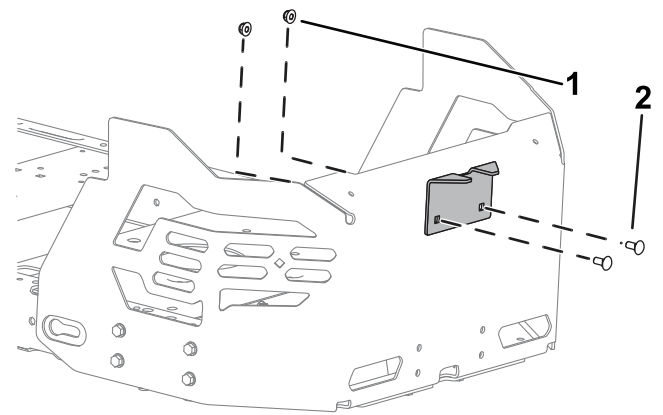

Figura 14
2. Instale o suporte estabilizador no resguardo do motor utilizando dois parafusos de carroçaria (5/16 pol. x 3/4 pol.) e duas porcas de bloqueio (5/16 pol.) como se mostra na Figura 14.